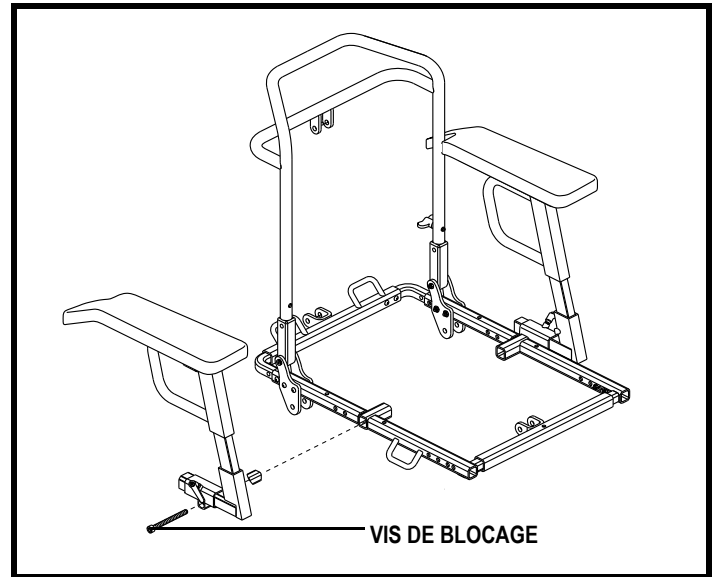

Figure 18. Réglage de la largeur des accoudoirs
1. Déserrez la vis de blocage situé à la base du support d'accoudoir. **Voir la figure 18.**